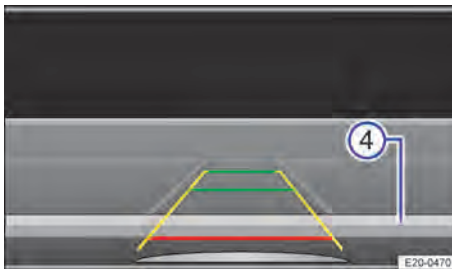

Abb. 130 Bildschirmanzeige im Infotainment-System: Fahrzeug innerhalb der Parklücke ausrichten.
5. Wenn die rote Linie die hintere Begrenzung → Abb. 130 ④ erreicht, anhalten.